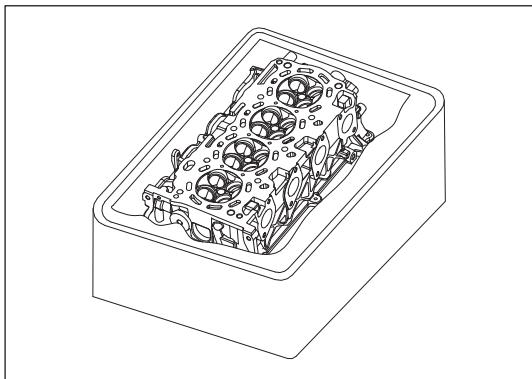

Рис. 12-3-9. Чистка головки блока цилиндров
- » При помощи мягкой щетки и растворителя тщательно очистить головку блока цилиндров, как изображено на рис. 12-3-9.